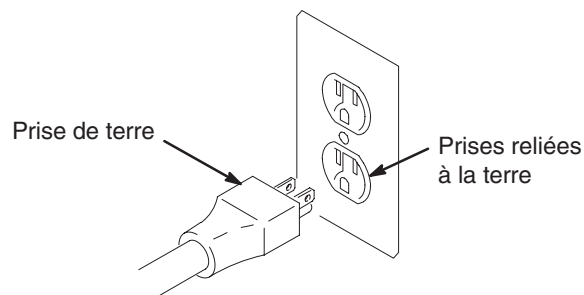

Fig. 2
1. Fig. 2. Les modèles Ultra Max II 695, 795 et 1095 de 100–120 Vca nécessitent un circuit de 50/60 Hz, 15 A avec prise de terre. Les modèles Ultra Max II 1595 de 120 Vca nécessitent un circuit de 50/60 Hz, 20 A avec prise de terre. Les modèles 220–240 Vca nécessitent un circuit de 50/60 Hz, 10 A avec prise de terre.